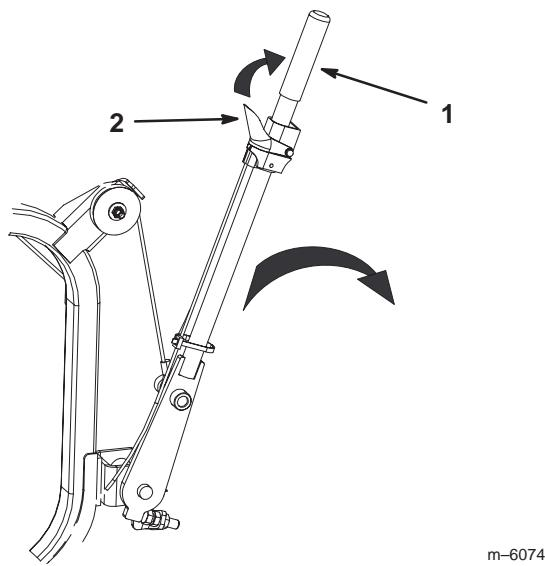

Figure 22
2. Tendez le bras en arrière, serrez et relâchez le levier de verrouillage contre le levier du bac de ramassage (Fig. 22). Cela a pour effet d'ouvrir le verrou qui ferme le volet du bac de ramassage.
3. Abaissez le bras du bac de ramassage pour vider l'herbe qu'il contient (Fig. 22).
4. Redressez le bras d'un seul mouvement rapide. Vérifiez que le volet du bac de ramassage est complètement engagé dans le verrou (Fig. 22).